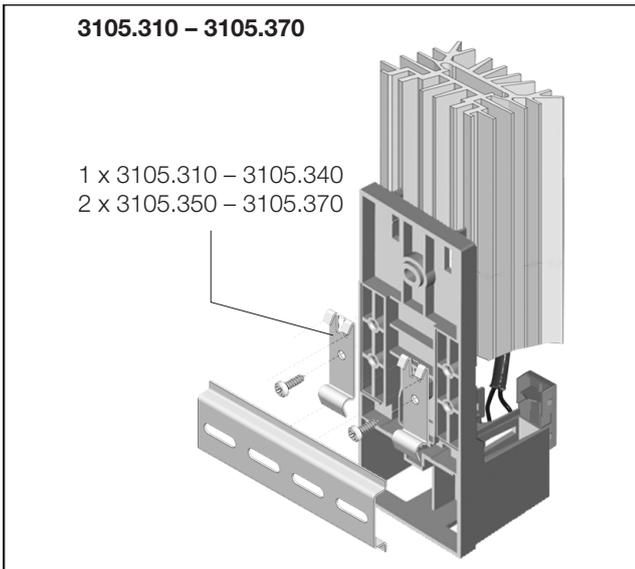

Imagen 2: Fijación a presión sobre carril soporte de 35 mm según EN 60715
1	Material de fijación (ver imagen 2)
1. Fijación a presión sobre un carril soporte de 35 mm EN 60715 (imagen 2).